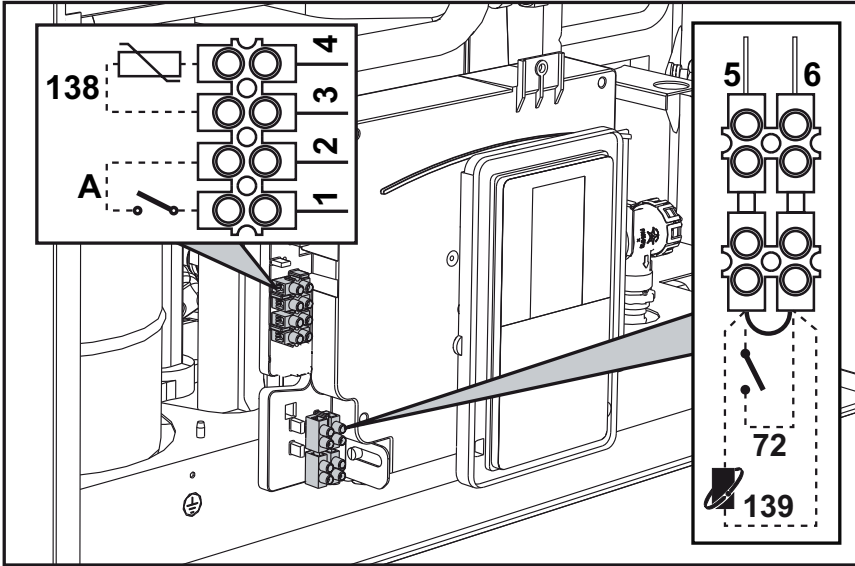

fig. 28
Dopo aver tolto il pannello frontale (sez. "Apertura del pannello frontale" a pag. 41) è possibile accedere alle morsettiere (M) e al fusibile (F) seguendo le indicazioni descritte di seguito. I morsetti indicati nella fig. 28 devono essere a contatti puliti (non 230V). La disposizione dei morsetti per i diversi allacciamenti è riportata anche nello schema elettrico alla fig. 51.
Configurazione Interruttore ON/OFF (A fig. 28)